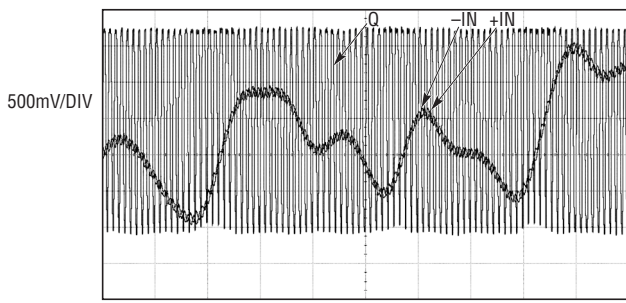

図15
2.5Vのランダムな同相ノイズが重畳されている状態の入力信号から200MHz、200mV_{P-P}の差動入力信号を取り出しているLTC6752-2の動作を図15に示します。使用した入力電源(V_{CC})は5Vで、使用した出力電源は2.7Vでした。入力にわずかな差動変調が存在するため、出力にもわずかな差動変調が観測されます。これにより、伝播遅延にサイクル間のばらつきが生じます。